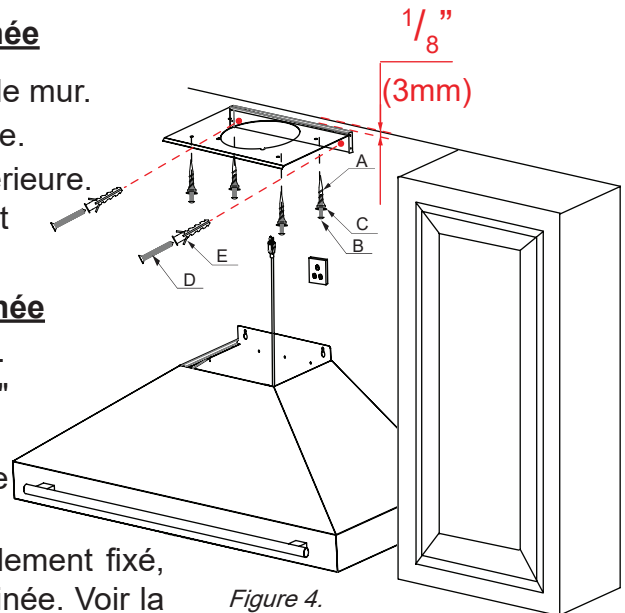

Figure 4.
- Marquez l'emplacement des trous de vis du support sur le mur. Voir la figure 4.
- Insérez les tubes d'expansion en plastique $\Phi 0,236"$ $\times 1,142"$ (E) à fond dans les trous percés.
- Fixez le support de montage de la cheminée à l'aide des vis autoperceuses ST#3,5 $\times 1,18"$ (D).
- Veillez à ce que le support soit de niveau et solidement fixé, car il soutiendra le couvercle supérieur de la cheminée. Voir la figure 4.
- Insérez complètement les chevilles à expansion en plastique spiralées $\Phi 0,51"$ $\times 1,61"$ (A) dans le mur.
- Placez les rondelles plates (C) sur les trous de montage.
- Fixez le support à l'aide des vis à tête cylindrique #6-32 $\times 1-3/8"$ (B) à travers les rondelles dans les ancrages.
- Vérifiez que le support est de niveau et bien fixé. Voir la figure 4.